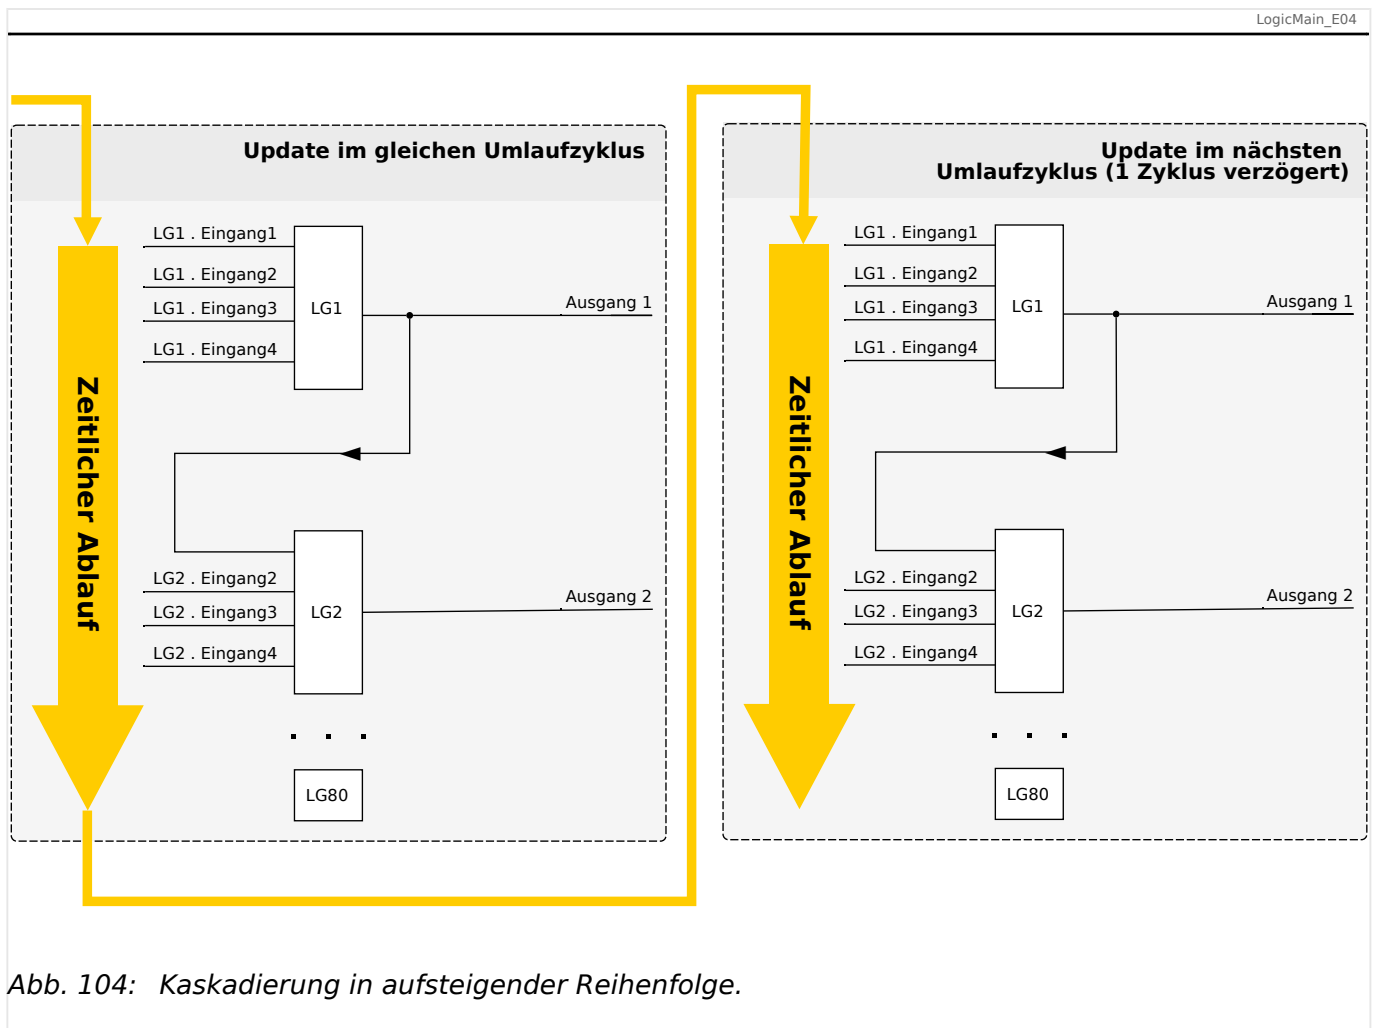
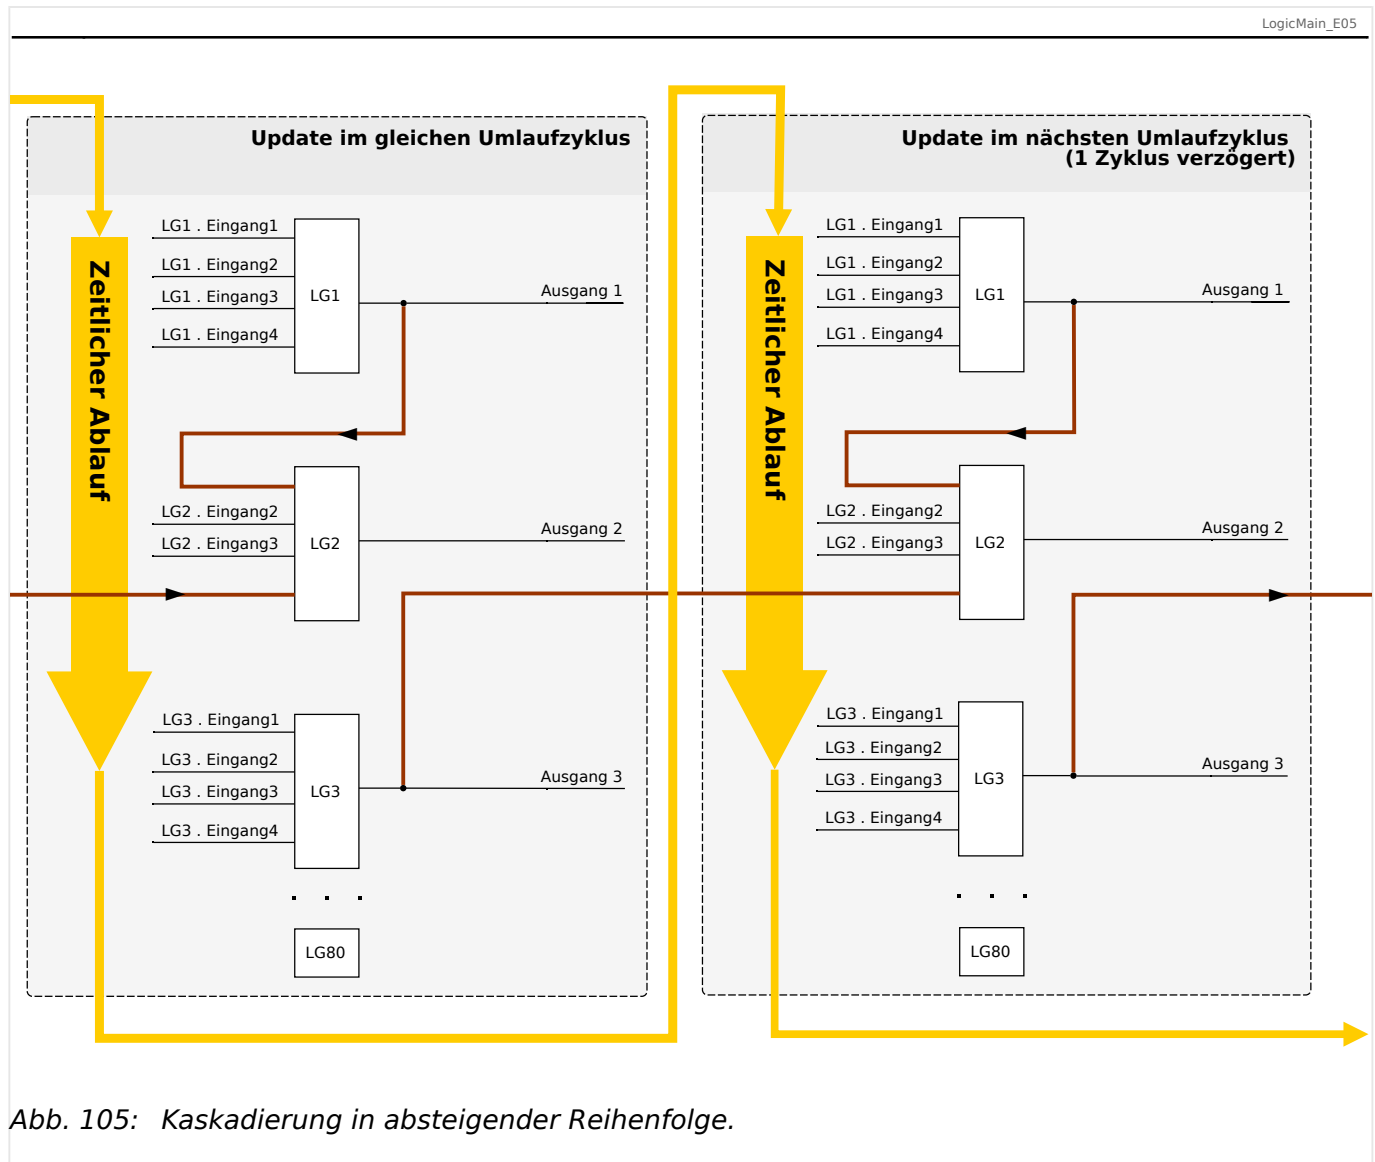

Abb. 104: Kaskadierung in aufsteigender Reihenfolge.
Abb. 105: Kaskadierung in absteigender Reihenfolge.
- Kaskadierung in **aufsteigender** Reihenfolge bedeutet, dass der Ausgang einer Logikgleichung auf den Eingang einer Logikgleichung mit **höherer** Nummer rangiert wird. Das Diagramm  Abb. 104 weiter unten zeigt ein Beispiel, bei dem der Ausgang von LG1 auf einen Eingang von LG2 rangiert wird.
- Kaskadierung in **absteigender** Reihenfolge bedeutet, dass der Ausgang einer Logikgleichung auf den Eingang einer Logikgleichung mit **niedrigerer** Nummer rangiert wird. Das Diagramm  Abb. 105 zeigt ein Beispiel, bei dem der Ausgang von LG3 auf einen Eingang von LG2 rangiert wird.
Bei der Konfiguration des Schutzgerätes bestehen keinerlei Einschränkungen oder Unterschiede zwischen aufsteigender und absteigender Reihenfolge. Da allerdings während der Laufzeit des MRDT4 die Logikgleichungen in aufsteigender Reihenfolge ausgewertet werden, haben die resultierenden Ausgangswerte, die am Eingang der Logikgleichung anstehen, ein unterschiedliches „Alter“, wie in  Abb. 104 und  Abb. 105 veranschaulicht wird.
Das in Abb. 105 gezeigte Beispiel zeigt eine Konfiguration von „Logikgleichung 2“, die den Ausgang von zwei weiteren Logikgleichungen, „Logikgleichung 1“ und „Logikgleichung 3“, als Eingangszustände verwendet. Hierbei ist der Ausgang von „Logikgleichung 1“ in aufsteigender Reihenfolge verwendet, sodass der Wert in jeweils demselben Prozesszyklus ermittelt wird. Der Ausgang von „Logikgleichung 3“ wird in absteigender Reihenfolge verwendet, sodass der Wert in dem jeweils vorherigen Prozesszyklus ermittelt wurde.